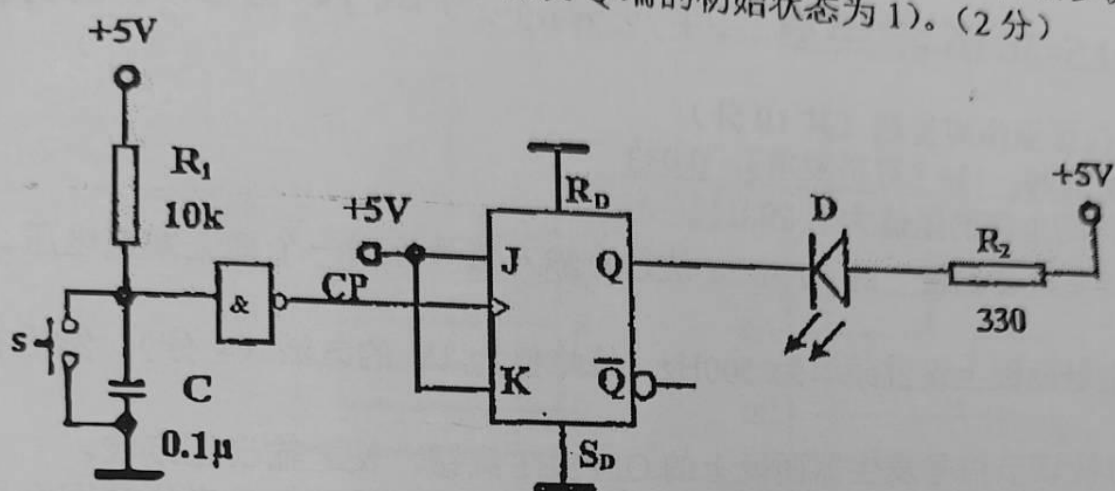

图 1
2、电路如图 1 所示，S 为常开按钮，C 有滤除开关抖动的效果，试分析多次按动开关 S 时，发光二极管 LED 的发光情况（假设 Q 端的初始状态为 1）。（2 分）